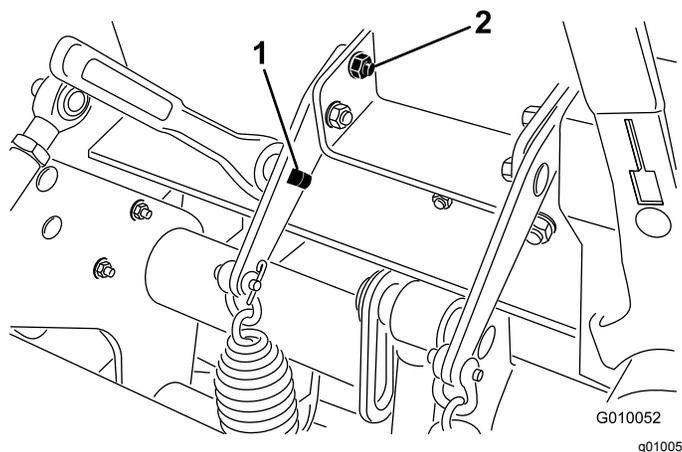

Figura 30
3. Inserite un cricchetto di $\frac{1}{2}$ " o una barra idonea nel foro quadrato della foglia della molla a balestra (Figura 30).